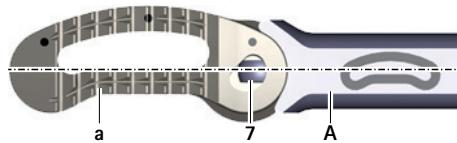

Fig. 8 Implantat i position 0°
- ▶ Håll provimplantatet D i positionen 0° på insätttningsinstrumentet A, se Fig. 8.
- Håll implantatet i positionen 0°, se Fig. 8.